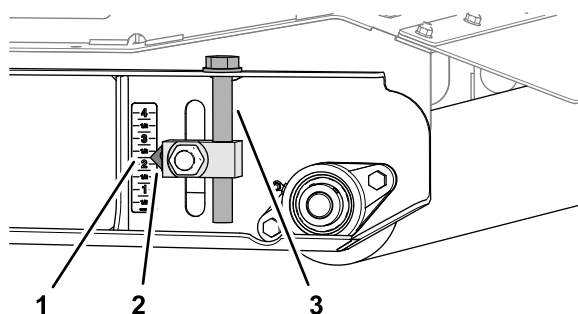

図 83
5. 後ローラのところで、左右の刈高アジャスタを、デカルの2-1/4"のマークに合わせて 図 83。